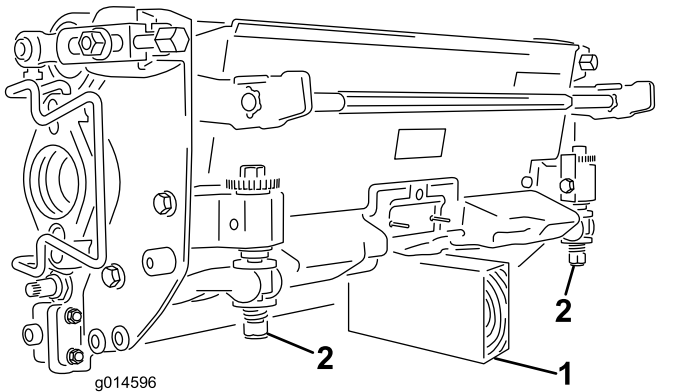

図9
**重要** カッティングユニットを傾けてベッドナイフとリールが見えるようにする際には、ベッドバー調整ネジが床や作業台に押し付けられることのないよう、カッティングユニット後部に支えを入れて浮かせてください(図9)。